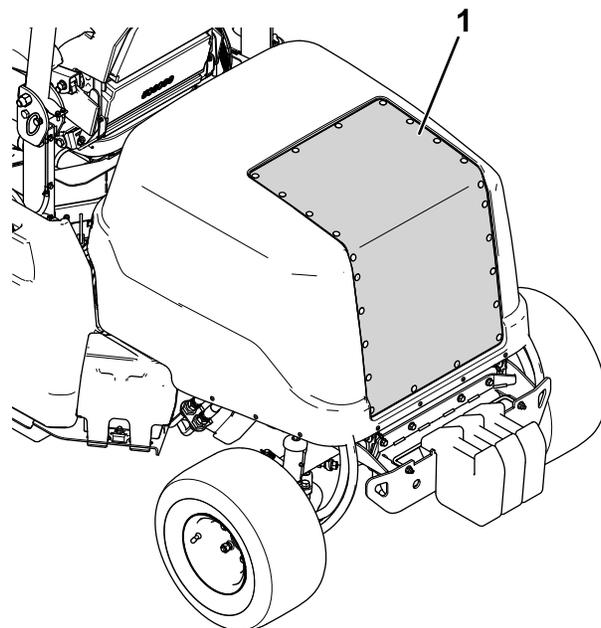

图 73
2. 使用压缩空气清洁机罩滤网图 73所示。将空气从机器中引出。